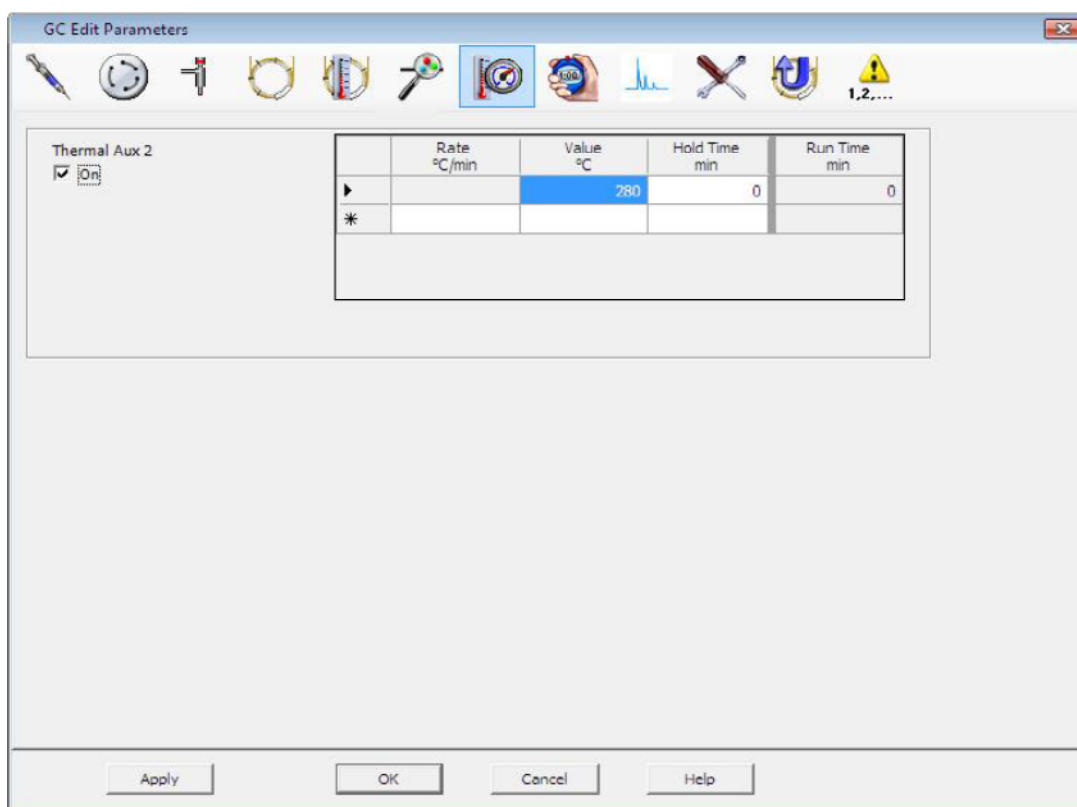

Рисунок 16 Установка температуры интерфейса
- 3 Щелкните по иконке **Aux** для редактирования температуры интерфейса (Рисунок 16).